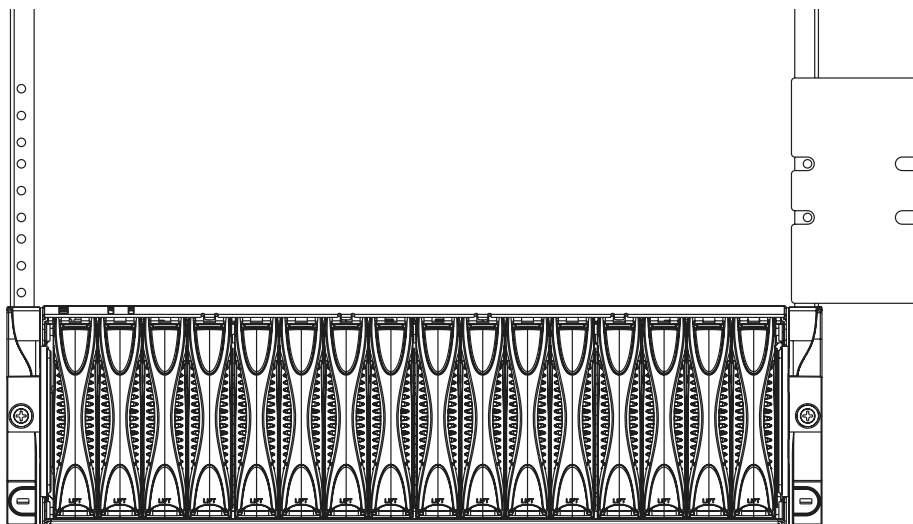

图 3-1 使用机架校准卡
1. 将机架校准卡靠近机架，使该卡的底部紧贴已装入机架的系统顶部或紧贴机架底部（图 3-1）。